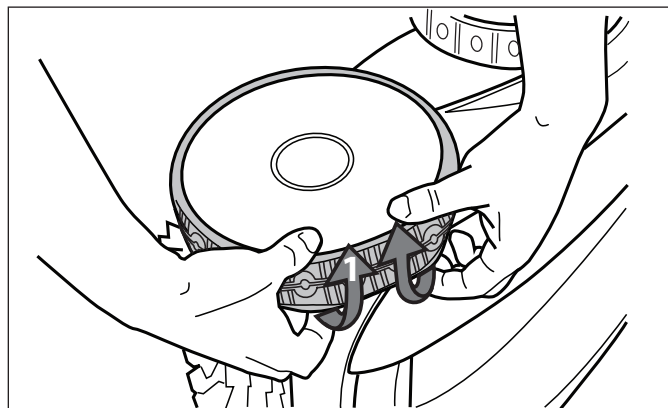

Figure 36. Détacher le pneu utilisé de la roue
1. Tirer sur l'intérieur du vieux pneu pour enlever le pourtour du pneu de la roue. Voir la Figure 36.